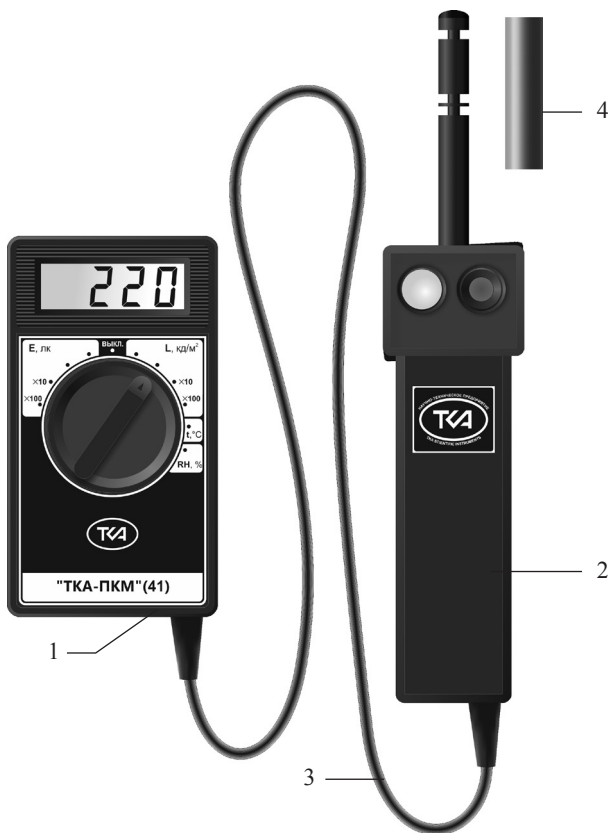

Рис.1 – Внешний вид прибора “ТКА-ПКМ”(41)
5.1 Конструктивно прибор выполнен в виде двух функциональных блоков: блока обработки сигналов (далее по тексту – БОС) (1, Рис.1) и измерительной головки с зондом (2, Рис.1), соединённых между собой кабелем связи (3, Рис.1.).
7.3 Для измерения климатических параметров снимите с зонда защитный колпачок (4, Рис.1). Поместите прибор в зону измерений. Считайте, после установления показаний, с дисплея измеренное значение.